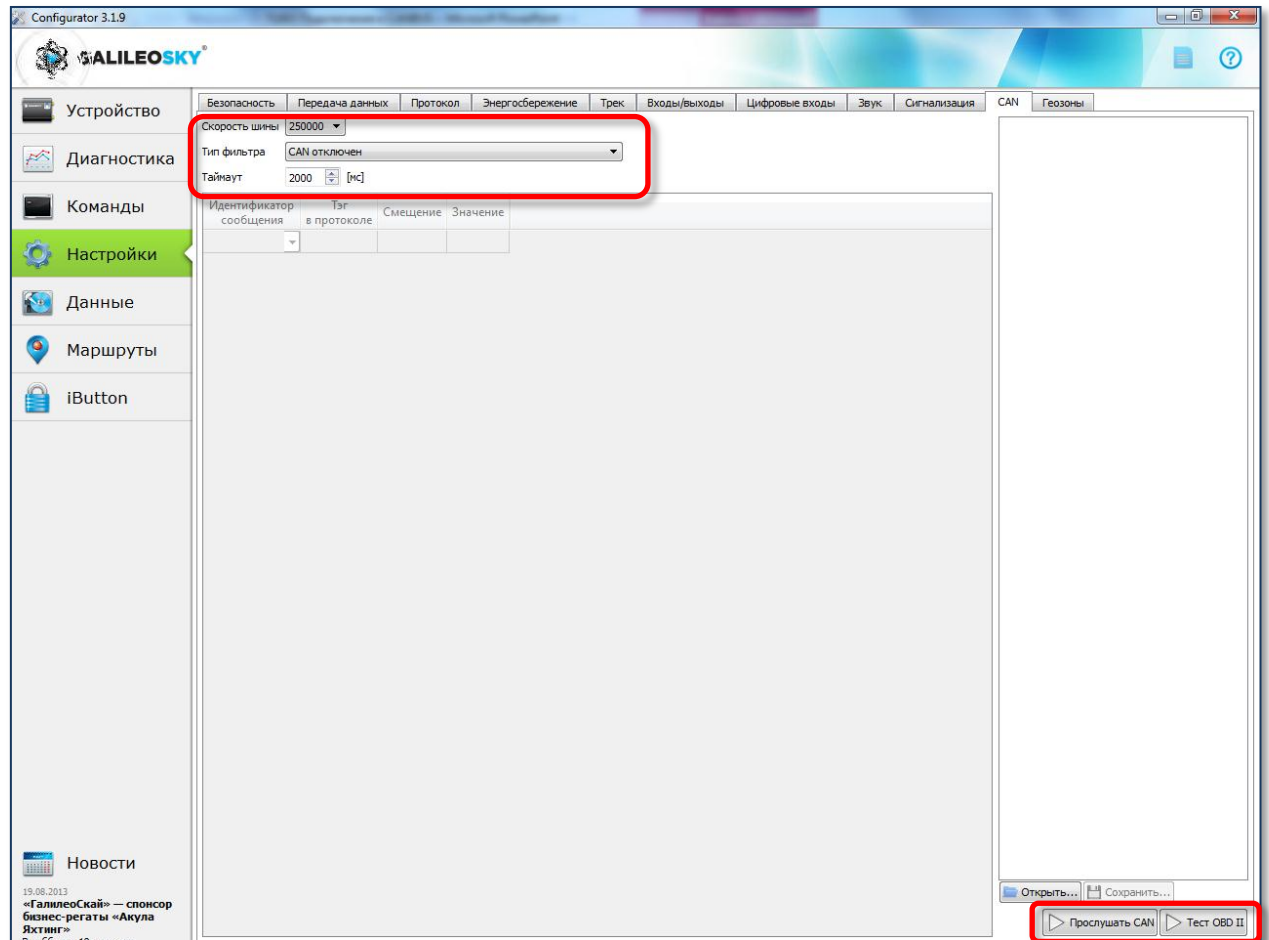

Рисунок 9. Настройка получения данных из CAN шины в Конфигураторе
1. на вкладке «Настройки» -> «CAN» Конфигуратора (Рис. 9)